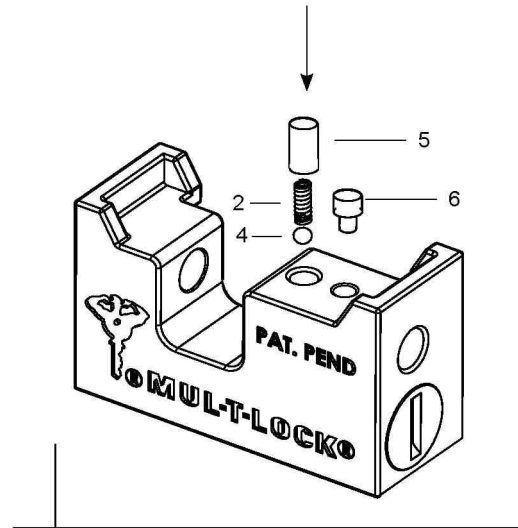

Рис. 16
9. Вставити циліндр до корпусу та перевірити, що він у відчиненому положенні. Закрутити фіксуючий гвинт (6). Вставити сталеву кульку (4) пружину (2) та блокувальний пін (5). Стиснути ці частини та утримувати їх натиснутими (Рис. 16)